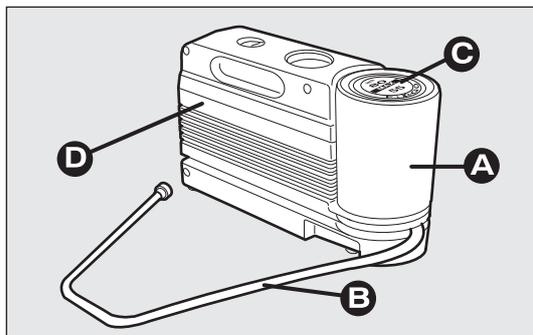

fig. 132
El kit fig. 132 incluye:
- un compresor D-fig. 132 con manómetro y racores que se encuentran en el compartimento;